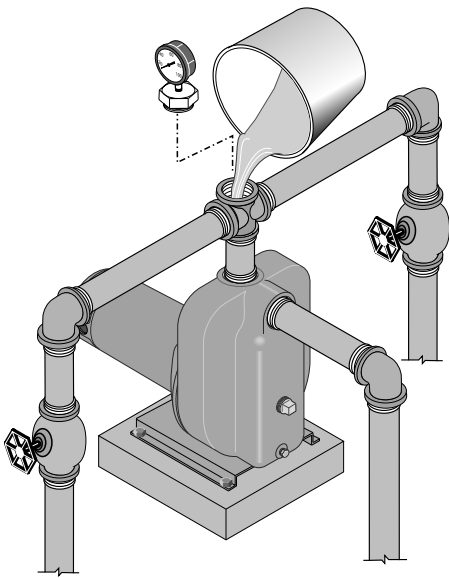

Figura 13 - Quite el tapón de cebado. Llene la bomba antes de comenzar.
- Paso 1. Quite el tapón de cebado (figura 13). Si se substituye el tapón de cebado con un manguito reductor con un manómetro montado, esto facilitará la localización de fallas en la bomba.
- Paso 3. Llene la bomba y el tubo de aspiración con agua (figura 13).